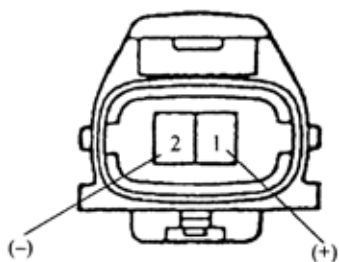

图 9-257
(1)检查 TVSS 报警器，如图 9-257 所示。将蓄电池正极(+)导线和负极(-)导线分别连接到报警器连接器的端子 1 和 2 上，检查 TVSS 报警器报警，其标准应符合表 9-118 所示要求。